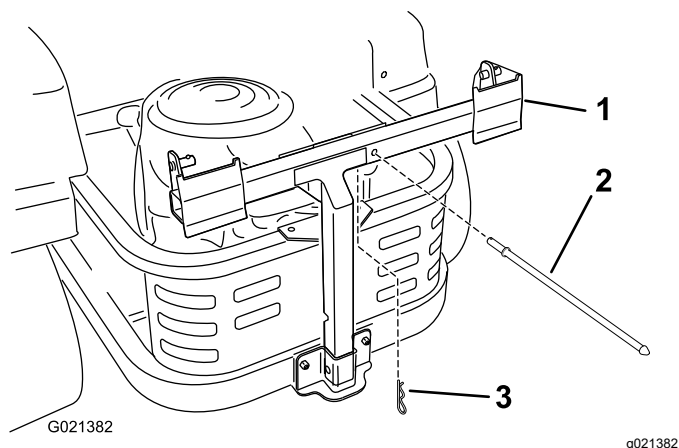

Figure 10
1. Montez la tige de couvercle sur le cadre du système de ramassage à l'aide d'une goupille fendue. Montez la goupille fendue par le bas (Figure 10).